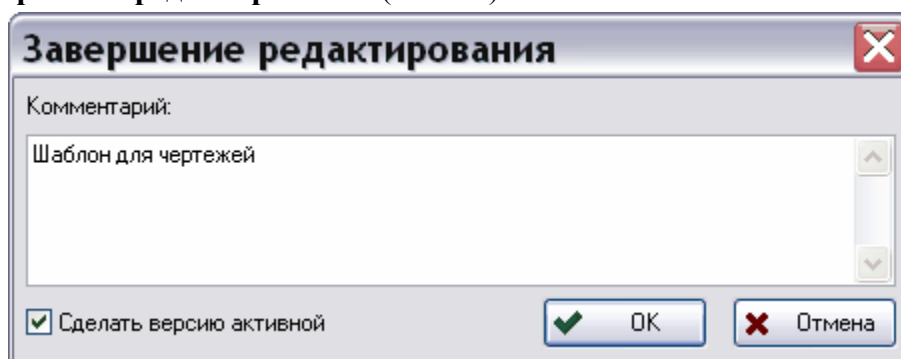

Рис. 66
4. В окне SW на панели инструментов PSS нажмите на кнопку **Сохранить и завершить редактирование** . После этого появится диалоговое окно **Завершение редактирования** (Рис. 66).